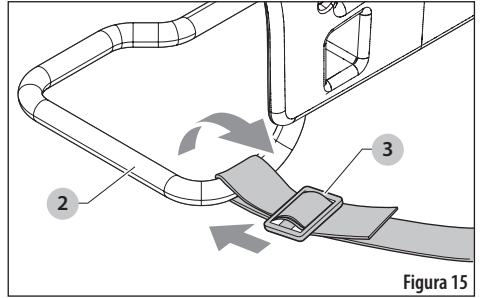

Figura 15
3. Para las correas inferiores, retire la correa de la parte superior de las hebillas (3) y colóquela alrededor del soporte para las patas (2), comenzando desde abajo. Vea la Figura 15.
4. Pase la correa por la primera sección de la hebilla (3). A continuación, pase la correa por la otra sección de la hebilla (3) para apretarla. Ajuste las hombreras y la longitud de las correas para un ajuste cómodo.